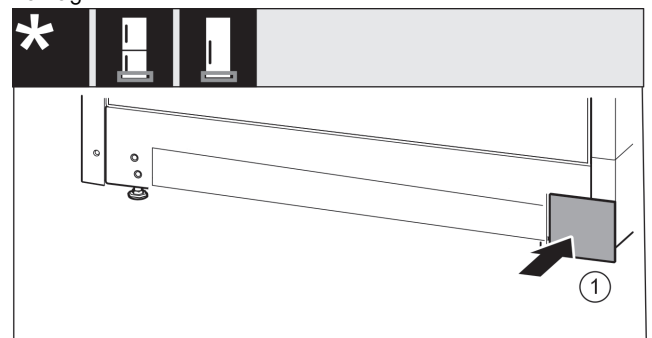

Fig. 19
- ▶ Ponovno natakните poklopac Fig. 19 (1) na drugu stranu.